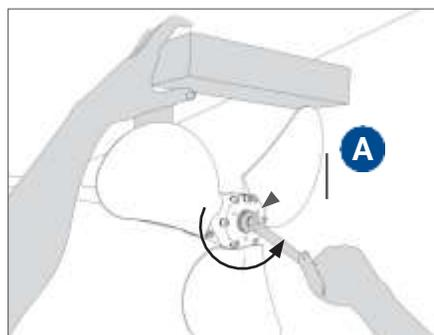

ABB. 35 Lösen der Spannmutter „A“
- Stellen Sie sicher, dass sich die Propellerwelle nicht drehen kann, indem Sie den Gang einlegen, wenn der Motor abgestellt ist, oder indem Sie die Welle anderweitig blockieren. Um ein Verbiegen der Propellerblätter beim Herausdrehen zu vermeiden, drehen Sie die Blätter vorsichtshalber in die Schubposition (nicht in Segelstellung) und blockieren Sie die Drehung mit einem Holzkeil zwischen dem Propellerblatt und dem Bootsrumpf. (Abb. 35).
- Lösen Sie die Spannmutter gegen den Uhrzeigersinn (Abb. 35); beim Abschrauben wird der Propeller automatisch aus dem Konus der Propellerwelle oder der Saildrive-Welle abgezogen.